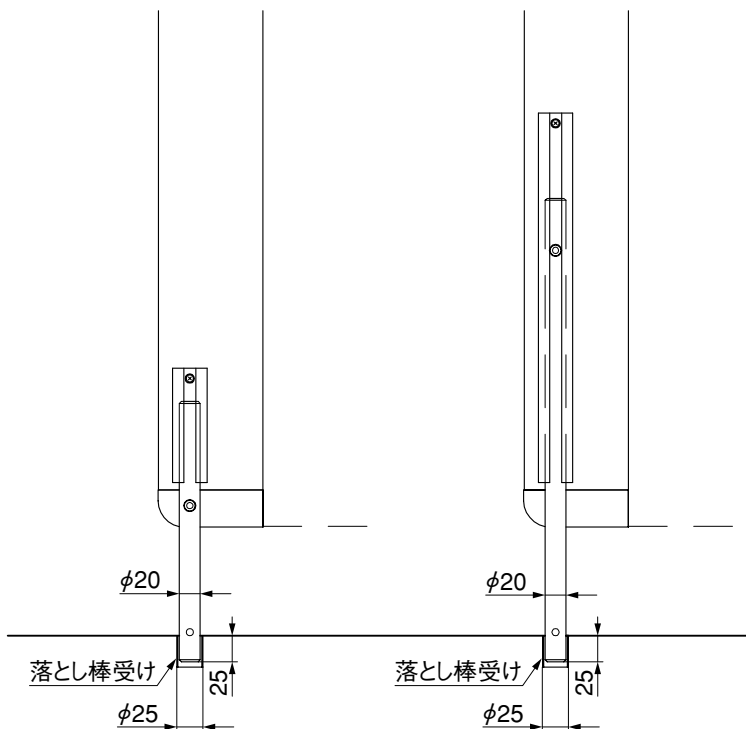

図11-1 H08~H10
- ❶ 落とし棒受けは、引戸を閉めた状態と開けた状態で、落とし棒が落とし棒受けに入る位置に各々埋込んでください。(図11-1, 図11-2参照)